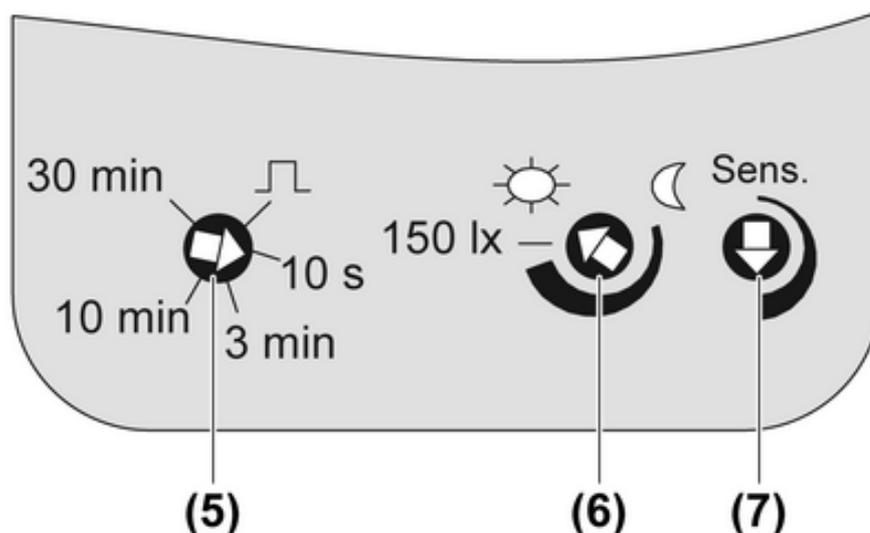

Figura 9: Regolatore sul lato posteriore
- Eseguire le impostazioni del test (figura 9). Regolatore tempo di post-funzionamento: 10 s; regolatore luminosità su simbolo ☀; regolatore **Sens.** su max.
- Impostare il regolatore (6) sulla posizione desiderata (figura 9).
- ❗ Impostazione per vano scale secondo EN12464-1, 2003-3, impostare il regolatore (6) sull'indicazione **150 Lux**.